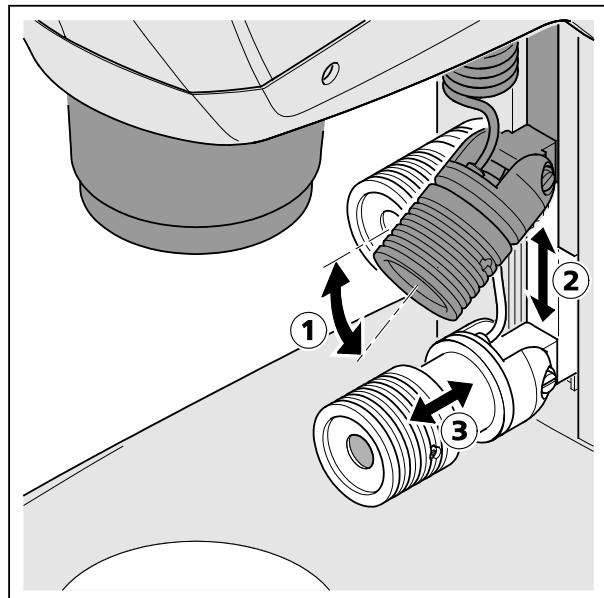

図 21 スポットライトの調整
- ガイドに挿入したスポットライトを希望の高さ（図 21/2）にスライドさせます。
- スポットライトのジョイントを使って、対象が最適に照らされるように角度（図 21/1）を調節します。
- フォーカシングユニット（図 21/3）軸方向にスライドさせることにより、スポットの大きさと明るさを調整します（照明ズーム）。